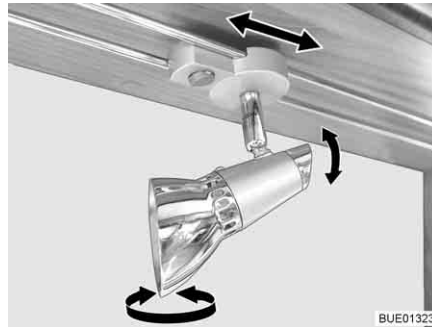

Fig. 53 Faretto
**Orientamento:** ■ Afferrare l'involucro (Fig. 53,1) e girarlo.
**Posizionamento:** ■ Afferrare il supporto (Fig. 53,2).